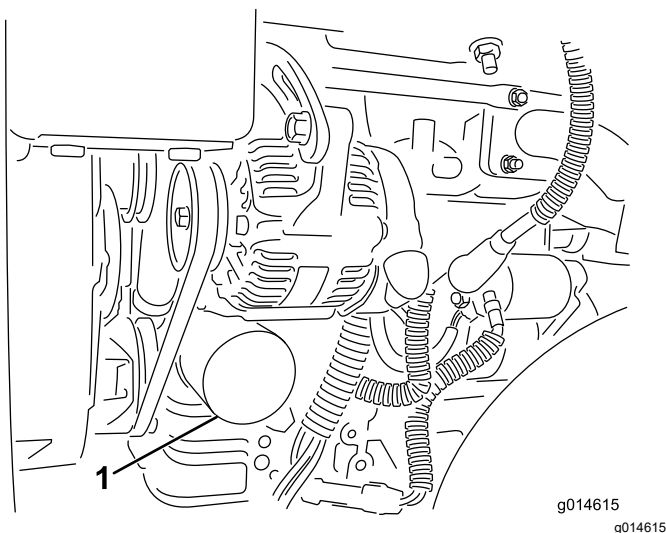

Figura 32
2. Togliete il filtro dell'olio (Figura 32). Spalmate un leggero strato di olio pulito sulla nuova guarnizione del filtro.